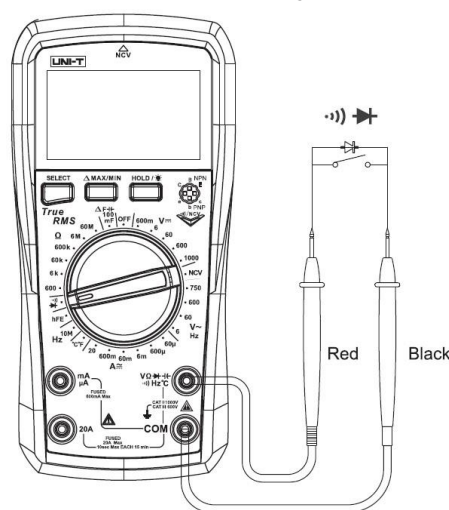

Рисунок 4
### 3. Измерение проводимости (Рисунок 4)
**4. Измерение диодов (Рисунок 4)**